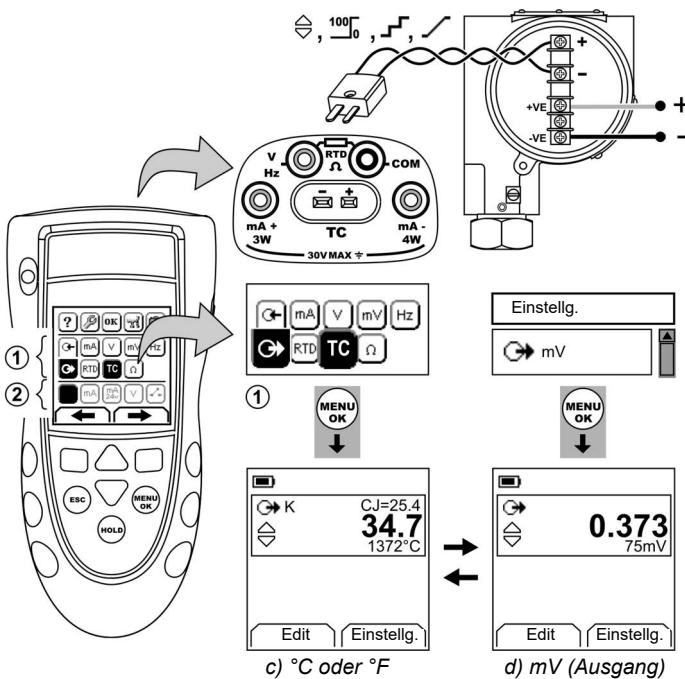

Abbildung 9: Beispielkonfiguration: Messen/Simulieren der Temperatur (°C/F) oder der mV-Werte eines Thermoelements
Schließen Sie die Anschlussleitungen des Thermoelements an den entsprechenden Thermoelement-Minianschluss an (Abbildung 9). Der breitere Kontakt ist der negative. Verbinden Sie dann den Anschluss mit dem Gerät.
1. Schließen Sie das Gerät an (Abbildung 9) und ändern Sie ggf. die Option Konfig. (Tabelle 1).